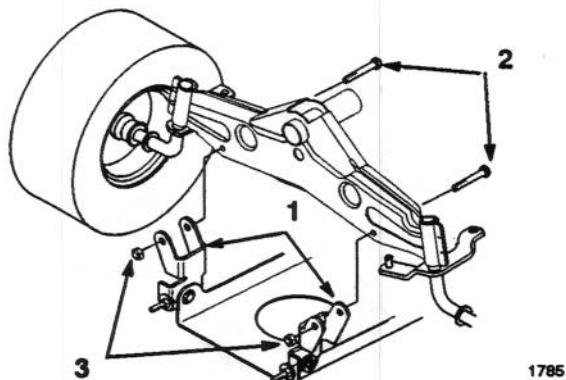

Fig. 41
- Togliere i bulloni e i dadi autobloccanti, ed abbassare le due staffe di articolazione del tosaerba sul ponte anteriore (Fig. 41).